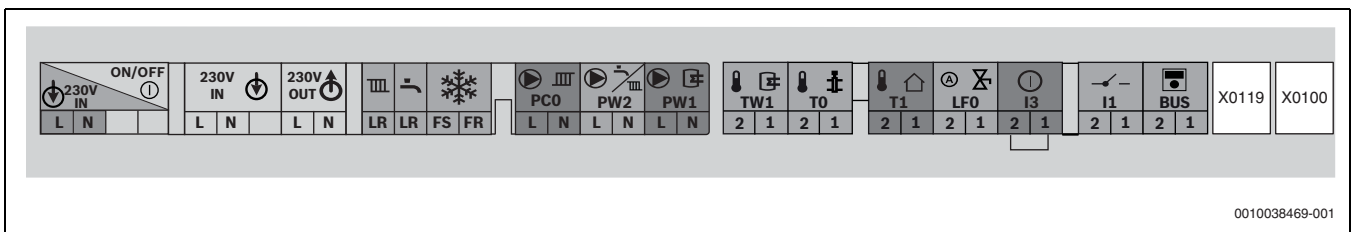

Bild 41 Klemmleiste für externes Zubehör
- Kabel an der Klemmleiste für externes Zubehör (→ Bild 41) anschließen.